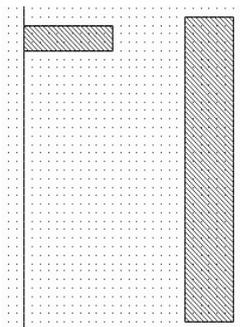

Рис. 5.12
8. Нажмите клавишу **Tab**, чтобы снова открыть диалоговое окно **Enter Coordinates**. Установите флажок в переключателе **Rel**, чтобы активизировать относительные координаты. Введите **1.2** в поле dx , **7.2** в поле dy и нажмите **OK**. Второй проводник прямоугольного сечения отображается в окне электромагнитной структуры (рис. 5.12).